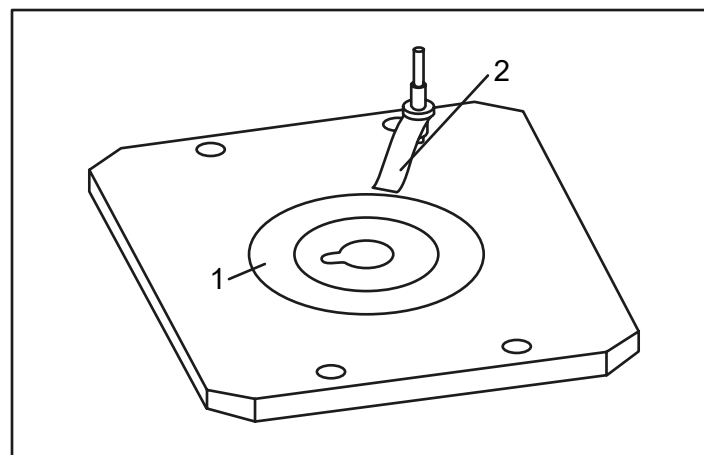

Figura 16.
1. Platina fija (Figura 16).
- a) Inserte la placa estándar redonda (1) en la plataforma.
- b) Instale las pinzas de sujeción en la platina (2) mediante el tornillo de unión.